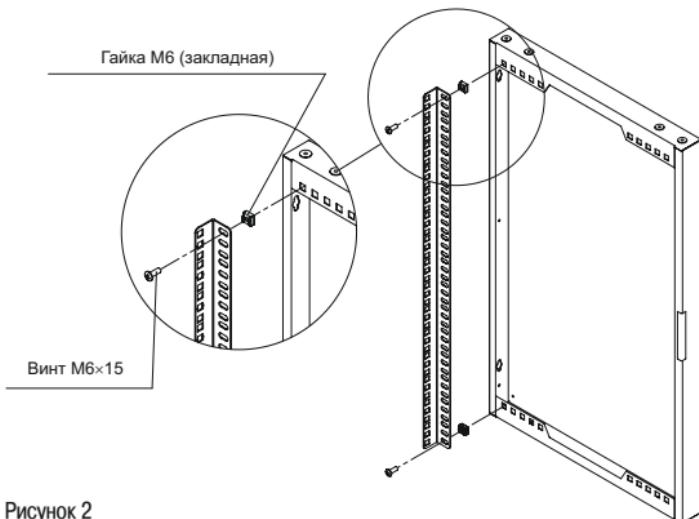

Рисунок 2
4.1.1 Вставьте гайки M6 закладные в отверстия боковой рамы, закрепите профиль вертикальный с помощью винтов M6×15 (рисунок 2).